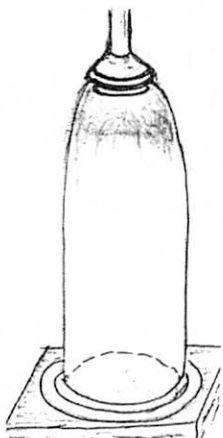

図1 ラバース式円筒吹き機
- (1) 熔融ガラスで満たされたるつぼ（加熱・回転式）の液面まで、機械で引き上げパイプを下ろす。ガラス素地が傘型に広がったパイプの縁につく。
- (2) パイプを引き上げつつ空気を吹き込んで、ガラスを望む直径まで吹き膨らます（図1参照）。
- (3) 最後に吹き込む空気の圧力と引き上げの速度を調節することで切り取る。